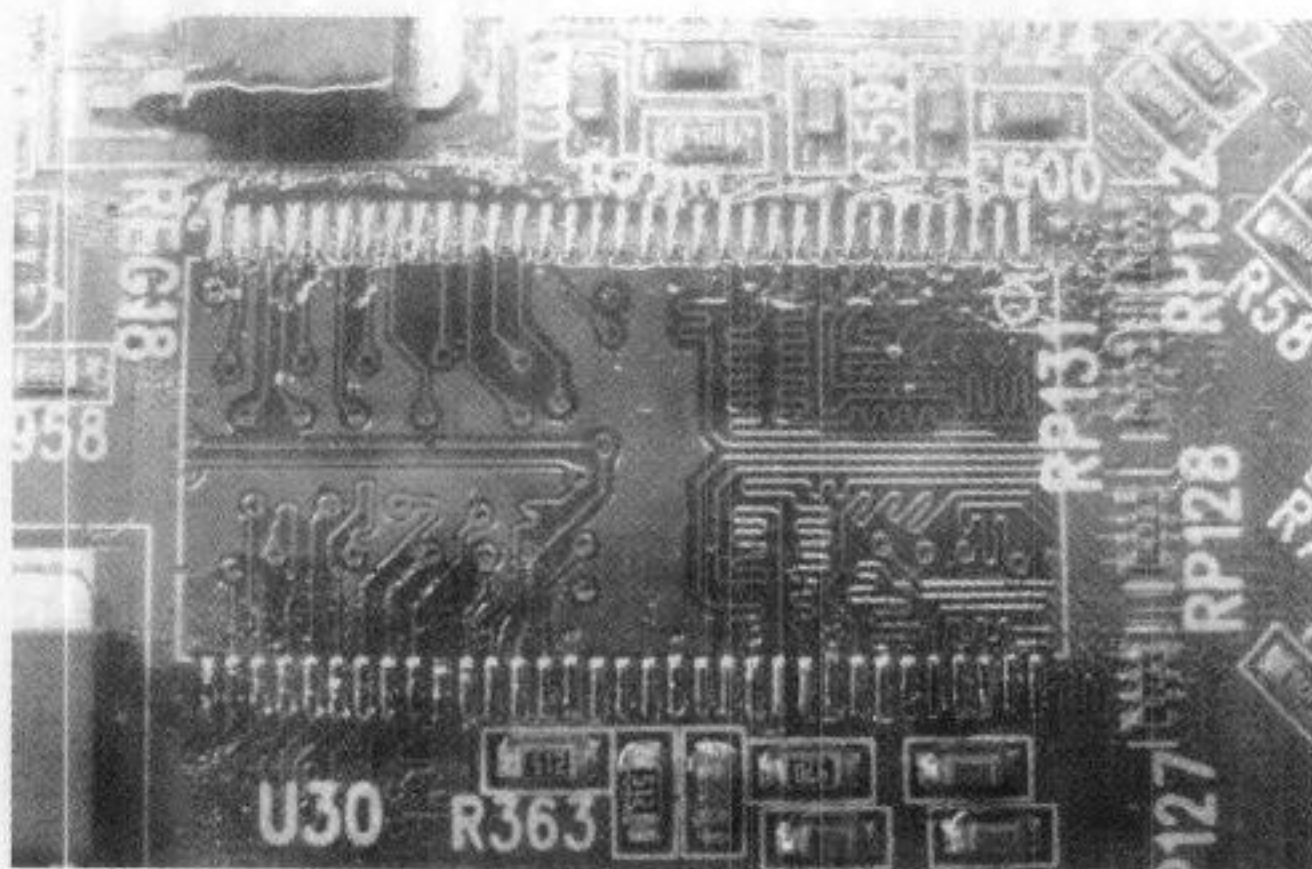

图 4-15 光亮饱满的焊盘
(4) 将焊盘涂少量焊膏，用烙铁把焊盘拖得光亮、饱满，如图 4-15 所示。